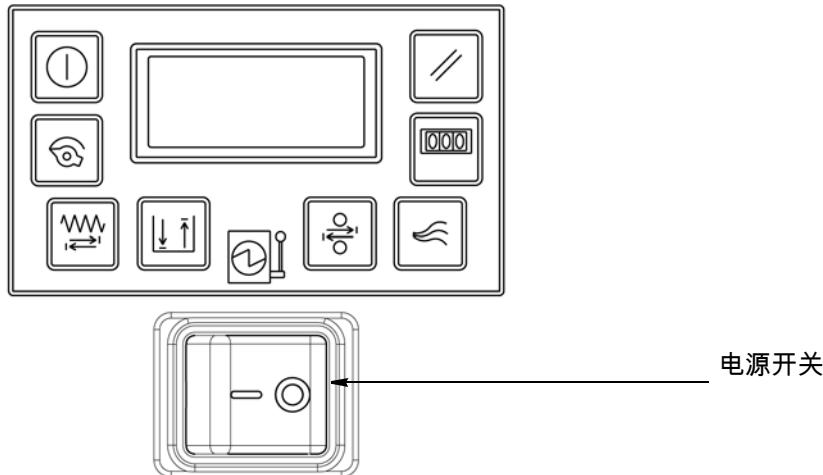

图 13
4. 按“电源”按钮 ( 参见图 13 )。
3. 按“电源”按钮。参见图 13。